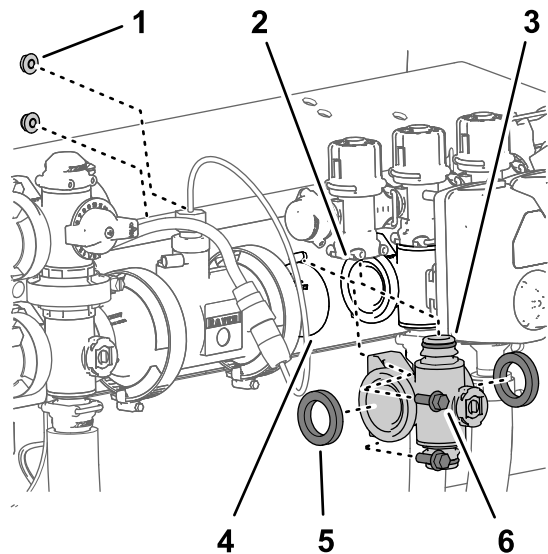
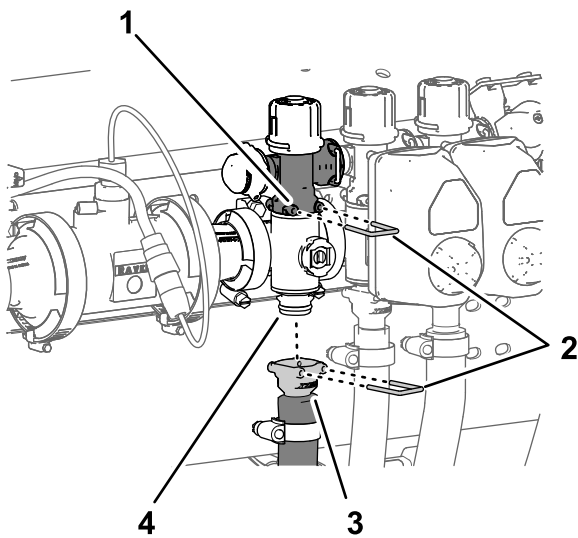

Bild 127
Bild 128
1. Fluchten Sie die zwei Dichtungen, die Sie in Entfernen des Abschnittverteiler-ventils \(Seite 89\) entfernt haben, mit den Flanschen des Abschnittventilverteilers aus (Bild 127).
2. Fluchten Sie den Flansch des Abschnittventilverteilers zwischen den Flanschen der anderen Abschnittventile und/oder dem Kupplungsadapter aus (Bild 127).
3. Befestigen Sie das Schnellkupplungsanschlussstück des Abschnittventilverteilers mit einem Schnellkupplungsstift am Schnellkupplungsunterteil des Abschnittsicherheitsventils (Bild 127 und Bild 128).
Entfernen des Abschnittverteilterventils \(Seite 89\) entfernt haben, an der Ventilstütze (Bild 127).
8. Befestigen Sie die Schnellkupplung des Abschnittschlauchs mit dem Schnellkupplungsstift am Schnellkupplungsanschlussstück des Abschnittventilverteilers (Bild 128).